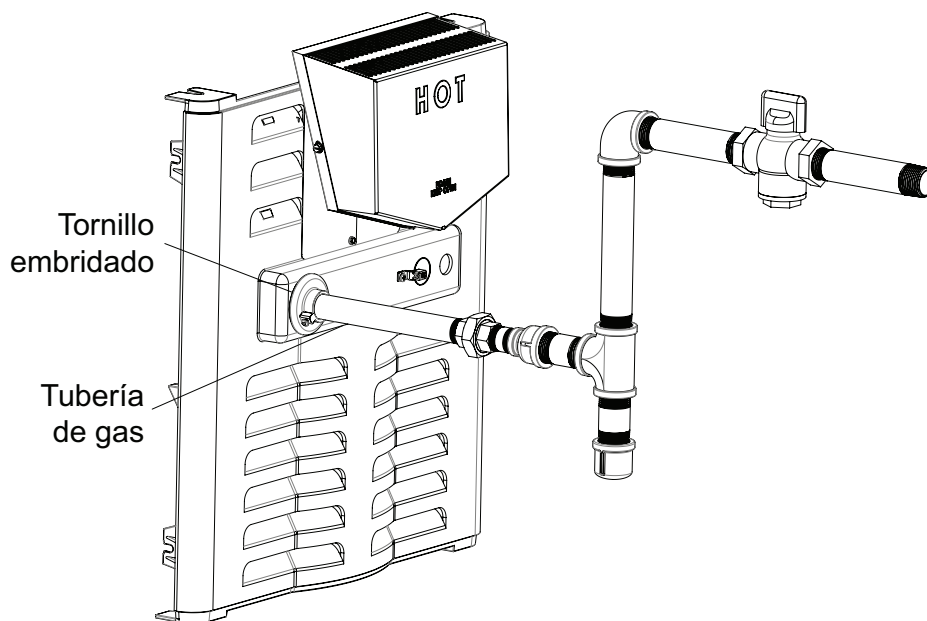

Figura 9. Brida puesta en la tubería. Asegúrese de que la brida cubra la abertura circular del panel del calentador.
2. Al instalar la tubería de 3/4" en la válvula de gas, coloque la roseta de la tubería de gas sobre la tubería de modo que el círculo más grande dé hacia el panel de servicio del calentador y el círculo más pequeño con el tornillo dé hacia el lado opuesto al panel de servicio del calentador (hacia la unión), como se muestra en la Figura 9.